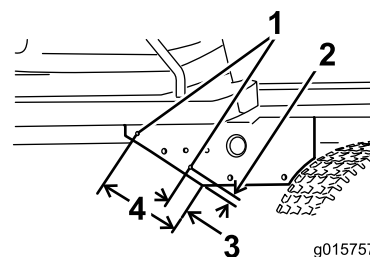

Figure 9
- C. Percez les trous dans le cadre avant comme spécifié à la Figure 9.